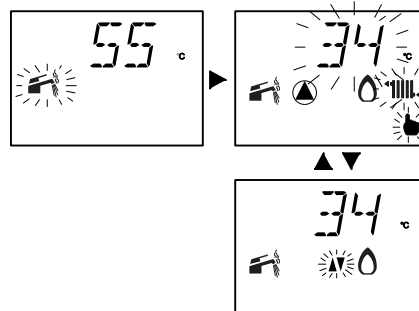

Fig. 7.12
- En la pantalla LCD la variación se indica con el encendido alternado de los símbolos expuestos en la Fig. 7.12. (Ejemplo: potencia térmica de calefacción al máximo).